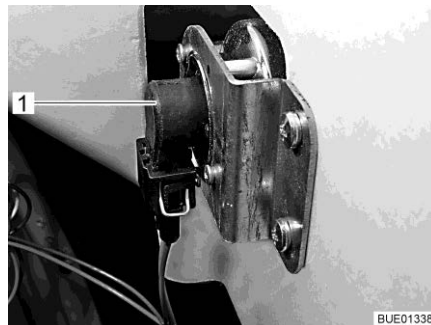

Bild 290 Fahrtrichtungsanzeiger
- Hinter den Lampenhalter (Bild 290,1) greifen.